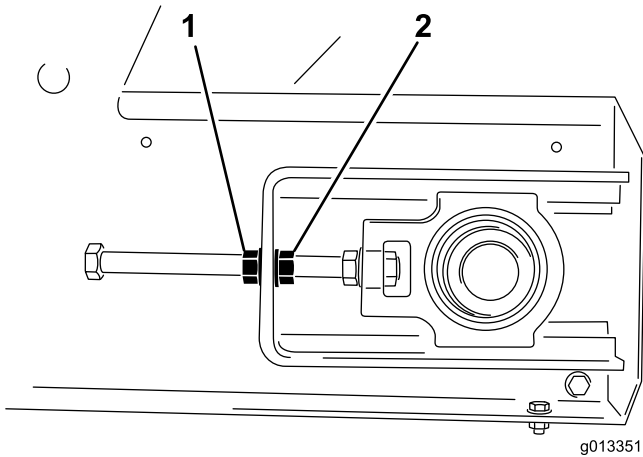

Figura 55
4. Usando dos llaves, sujete el extremo de la varilla tensora y luego afloje la contratuerca, es decir, la tuerca más próxima al extremo de la varilla (Figura 55).
contratuerca y apriete la tuerca de ajuste dos caras de la tuerca (Figura 55).